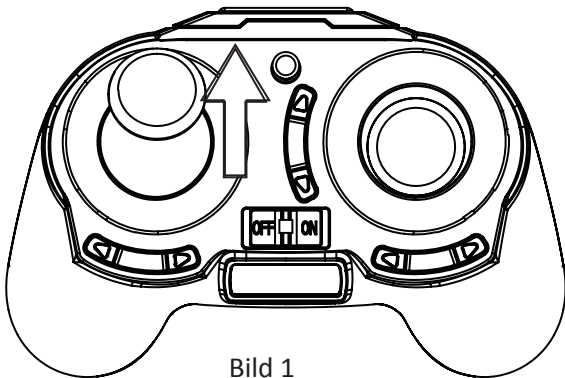

Bild 1
2. Schalten Sie den Sender ein, dann schieben Sie den Gashebel ganz nach vorne und dann zurück in die unterste Position (siehe Bild 1/2), dann ist der Sender für die Code-Paarung bereit